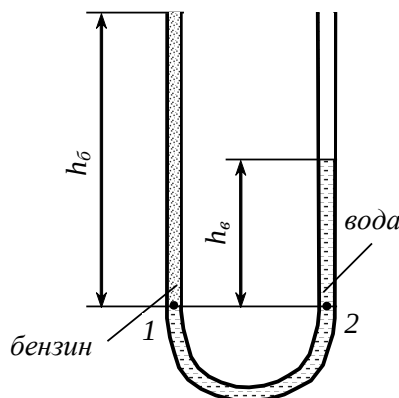

Рис.6 Схема до задачі 11.
11. В U-подібну трубку наливо воду і бензин (рис.6). Визначити питому масу бензину, якщо $h_6 = 500 \text{ мм}$, $h_8 = 350 \text{ мм}$.